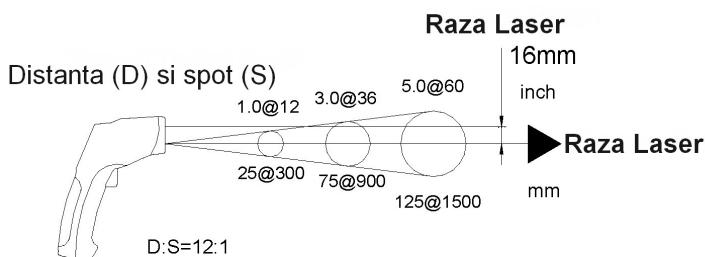

Fig: 1
Ca distanța (D) de la obiect crește, mărimea fata de zona masurată de aparat (S) din zona măsurată de către unitatea devine mai mare. A se vedea: Fig: 1.